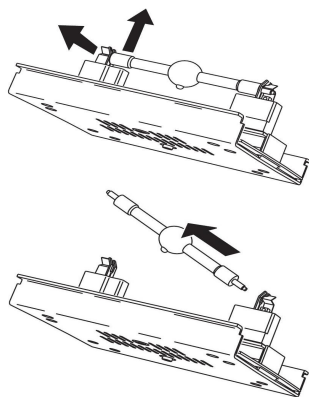

图 5: 拆下灯泡
3. 如图 5, 把灯泡一端弹片扳开, 将灯泡一端从缺口方向取出。